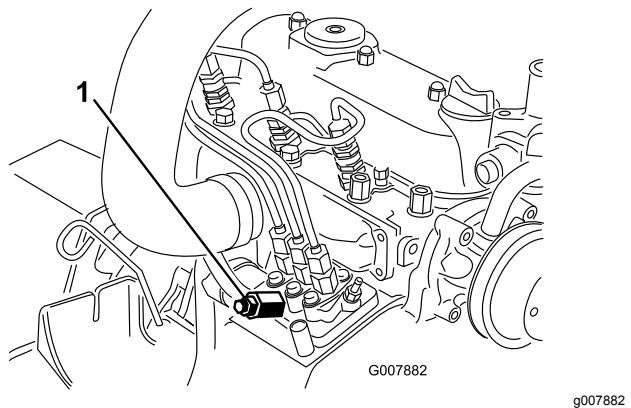

図 36
3. 燃料噴射ポンプについているエア抜きねじの下にウェスを敷いてねじをゆるめる図 36。